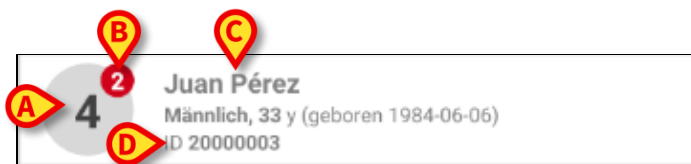

Abb. 45
Jedes Bett wird durch ein Viereck dargestellt (Abb. 45).
- Bettnummer (Abb. 45 **A**);
- Anzahl der überfälligen Meldungen (falls vorhanden - Abb. 45 **B**);
- Name des Patienten auf diesem Bett (Abb. 45 **C**);
- Patientendaten (falls verfügbar: Geschlecht, Alter, Geburtsdatum, Patienten-ID - Abb. 45 **D**).